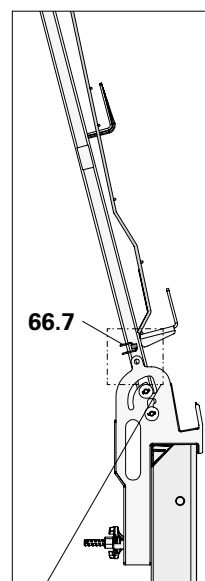
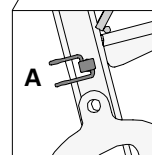

Fig. A7.33
Fig. A7.33a
3. Poser la broche rabattable (66.7) en position A. (Fig. A7.33a)
6. Relever le panneau (10). Lorsque le panneau est sécurisé, retirer le crochet de levage depuis un emplacement de travail sécurisé, par exemple la plate-forme de travail.
7. Rabattre vers l'arrière le montant de garde-corps, y compris la barrière de protection grillagée. (Fig. A7.33)
8. Retirer la broche rabattable (66.7) de la position A. (Fig. A7.33a)
2. Poser la broche rabattable (66.7) en position A. (Fig. A7.33a)